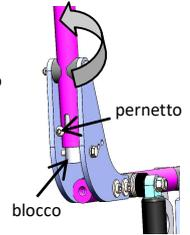

fig. 24: montante schienale
- Montanti schienale: inserimento/disinserimento (fig. 24)